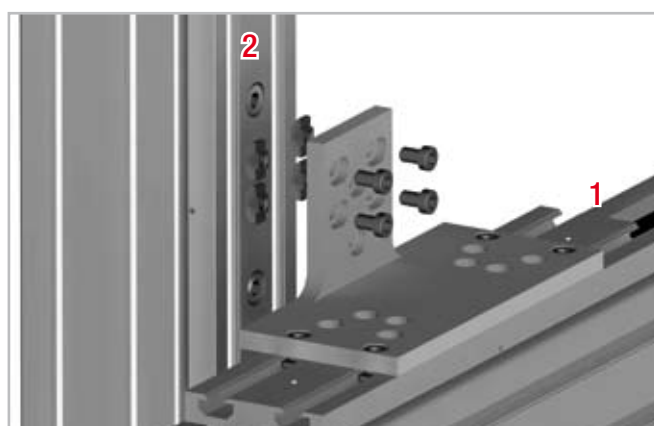

Fig. 73
4. Afin que la plaque d'interface puisse être fixée sur l'unité 2, insérez les vis dans les trous préparés sur le côté étroit de la plaque (voir fig. 73).